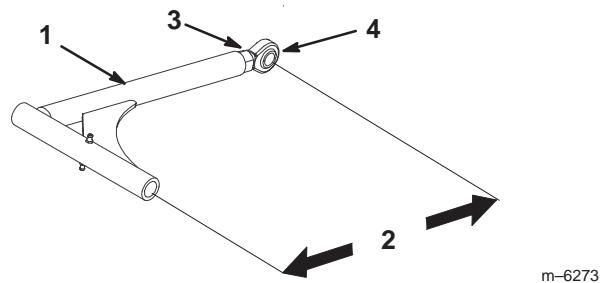

Figure 56
- Pour régler les bras de poussée, desserrez l'écrou de blocage et tournez la rotule dans le sens anti-horaire, un tour à la fois (Fig. 56).
- Réglez chaque côté de la même façon. La longueur nominale de chaque bras de poussé doit être de 389 mm (15-5/16") (Fig. 56).